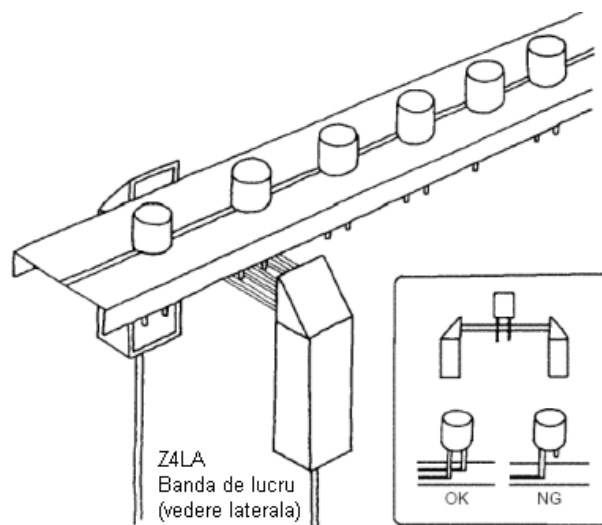

Fig.18
1.7.3. Inspectarea pinilor aplicație (fig.18):